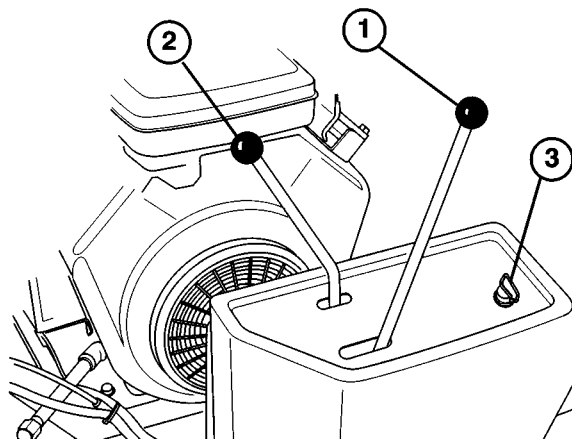
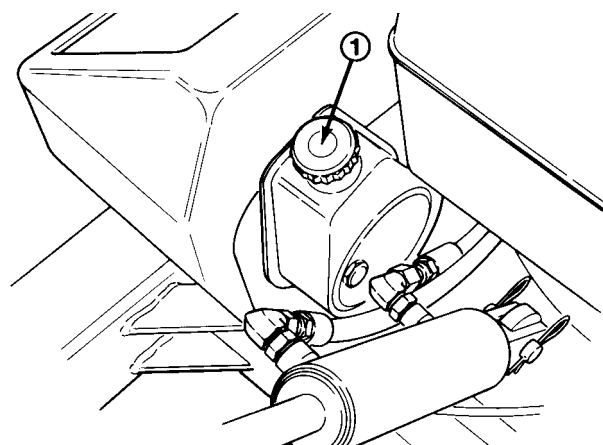

Fig. 6
Fig. 7
Kjørehendel (fig. 6). Velg ønsket gear og bruk så kjørehendelen til å velge fremover eller bakover. En av de håndstyrte forriglingshendlene (fig. 7).
Kjernehodehendel (fig. 6)—Løfter og senker kjernehodet og kobler drevet inn og ut.
Forriglingshendelbrytere (2) (fig. 7). Disse bryterne gjør at motoren kan gå når kjernehodet senkes. De holder også kjørehendelen i inngrep. En bryter må aktiveres før trekket kobles inn eller kjernehodet senkes med motoren i gang.
Bremse (fig. 7)—Brukes til å redusere farten.